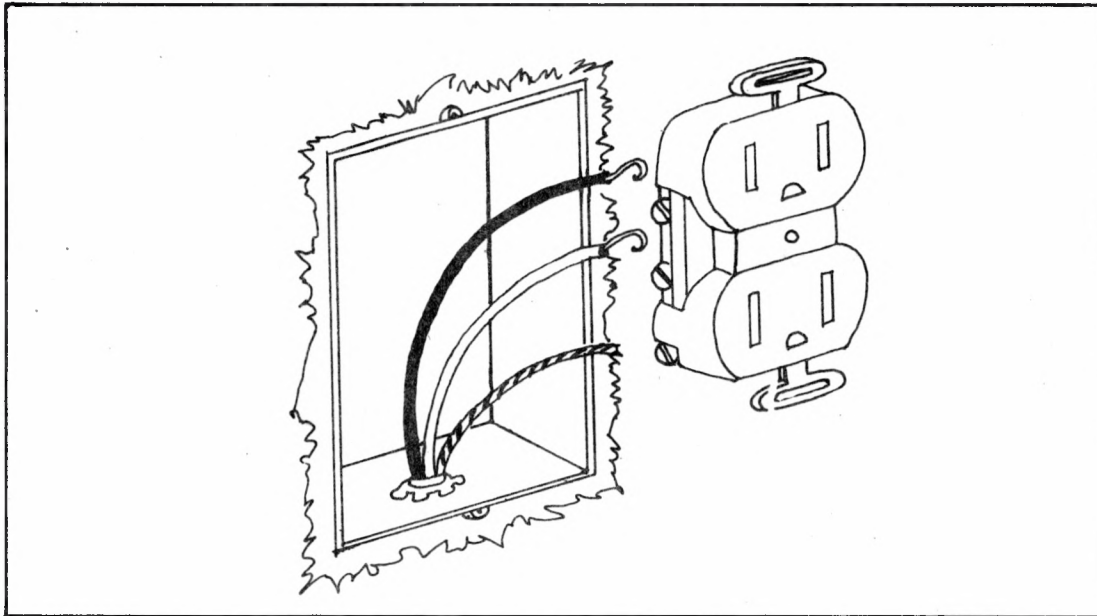

FIG. 5-14 PRISE MURALE MUNIE D'UN FIL DE TERRE
- f. Les nouvelles prises sont tripolaires mises à la terre. Si la boîte électrique contient un fil de terre (voir à la Fig. 5-14), connectez-le à la vis de mise à la terre de l'équipement dont la prise est munie. Si la boîte électrique ne contient pas de fil de terre, fixez un fil électrique à la vis de terre de la prise et attachez-on l'autre extrémité à la conduite d'eau métallique la plus proche.